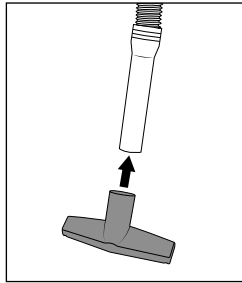

Bild 10
- ◆ Sätt dynmunstycket ① på sugslangen ⑬ för att dammsuga t ex soffkuddar eller draperier (se bild 10).